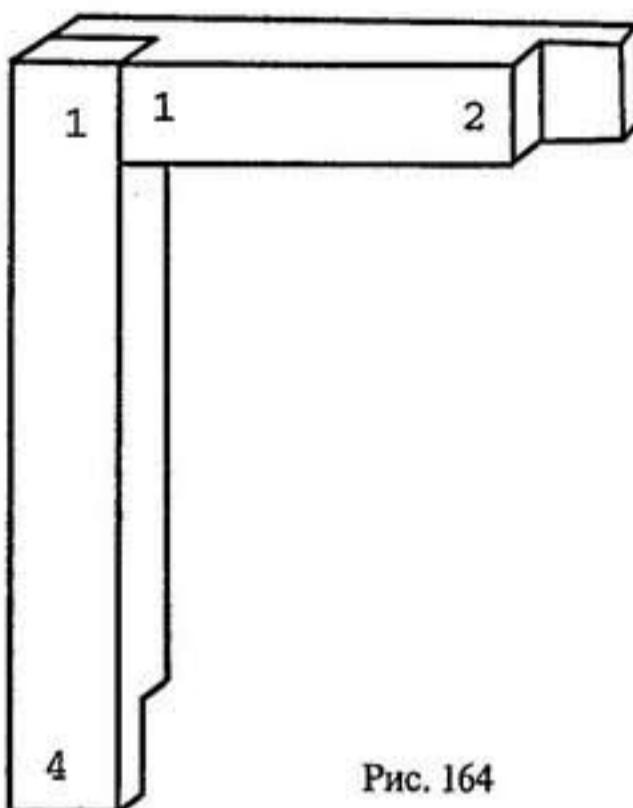

Рис. 164
7. После скальвания с помощью напильника обработайте соединяемые поверхности, тщательно подогнав их друг к другу по высоте и обеспечив точное прилегание деталей (рис. 164).